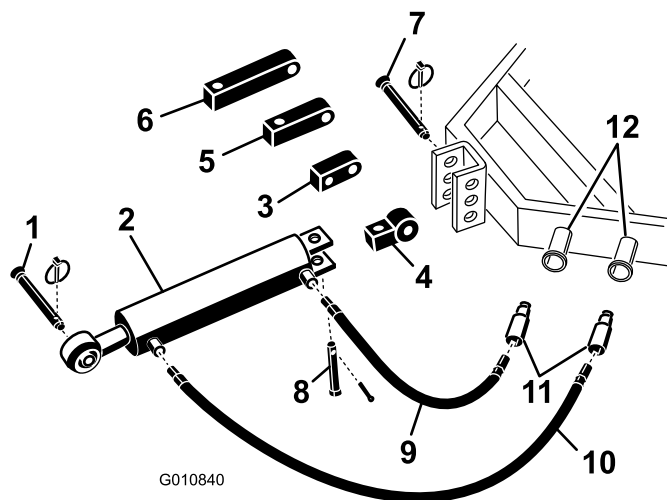

図 5
1. トラクタに付いているピンを使って、油圧式上部リンクの接続リンクをトラクタに固定する (図 5)。油圧式上部リンクは、ロッドの端がエアレタを向くように取り付ける。シリンダ・ポートは、トラクタの補助パワー油圧に向くように取り付ける。
注 油圧シリンダのポートが上を向くような取り付けしかできない場合には、通常取り付けブロックではなく、回転ブロックを使ってポートの位置を合わせてください (図 5)。
- A. 通常接続リンクをシリンダに固定しているコッター・ピンとピンを抜き取る (図 5)。シリンダから接続リンクを取り外す。
- B. 外したピンを使って、回転ブロックをシリンダに取り付ける (図 5)。
2. 長さ 107 cm の油圧ホースを、油圧式上部リンクのポート (エアレータに近い方のポート) に接続する (図 5)。オイル漏れを防止するために、ねじ部にはテフロン製テープなどのシール材を使用すること。
3. 長さ 76 cm の油圧ホースを、油圧式上部リンクのポート (トラクタに近い方のポート) に接続する (図 5)。オイル漏れを防止するために、ねじ部にはテフロン製テープなどのシール材を使用すること。
油圧シリンダのロッドがブラケットにとどかない場合には、通常に取り付けブロックではなく、延長ブロックを使ってください(図 5)。
- 通常 of 接続リンクをシリンダに固定しているコッター・ピンとピンを抜き取る(図 5)。シリンダから接続リンクを取り外す。
- 外したピンを使って、必要な長さの延長ブロックをシリンダに取り付ける(図 5)。